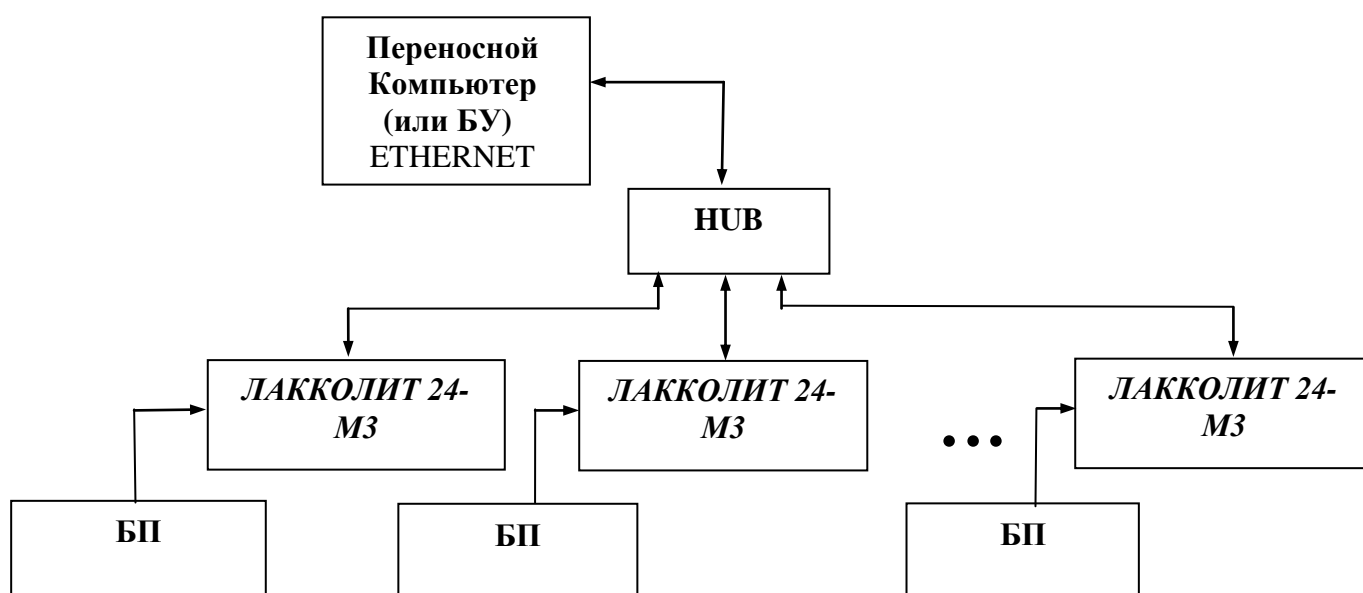

Рис. 6. Схема соединения устройств Станции в 48-ми канальном и более варианте включения.
13) В случае использования Станции в 48-ми канальном и более варианте (см. рис. 6) Регистраторы подключаются к сетевому HUB-разветвителю с помощью кабеля 2, входящего в комплект Станции. При этом ПЭВМ подключается к HUB-разветвителю с помощью кабеля 1 (или к БУ с помощью кабеля 2).